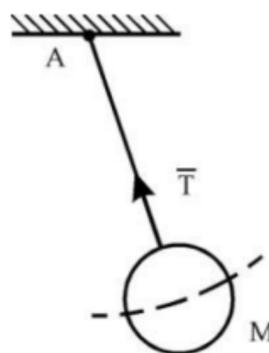

Рис. 1.13
**Нить (канат, цепь, ремень, трос).** Связь, осуществленная в виде гибкой нерастяжимой нити (рис. 1.13), не дает телу  $M$  удалиться от точки подвеса нити по направлению  $AM$ . Поэтому